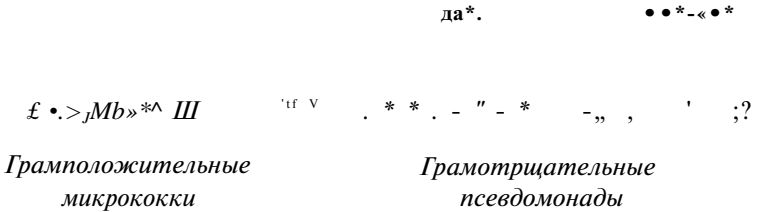

Рис. 18. Окраска по методу Грама
3. Сделайте рисунки' постоянного препарата окраски по Граму (рис. 18). Запишите характер окраски выделенных штаммов.